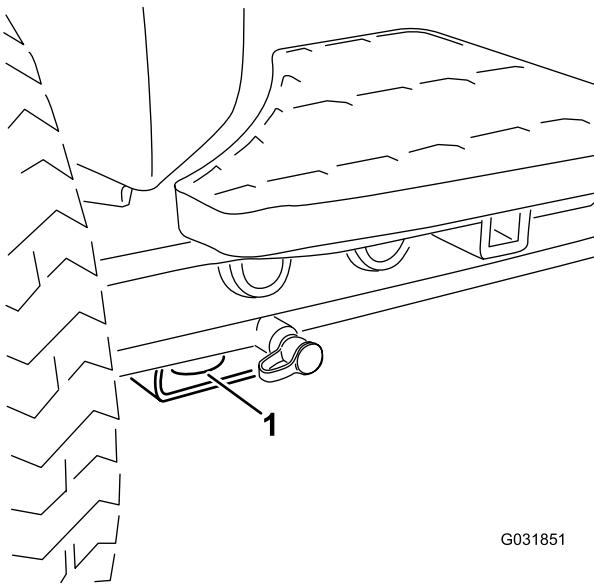
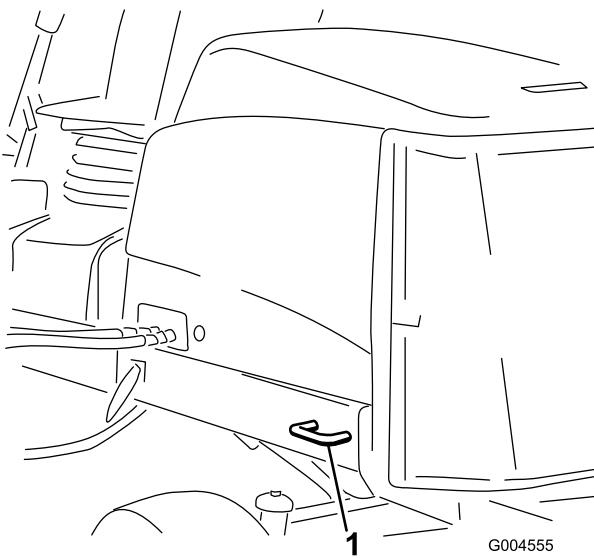

図 57
図 58
- 機体についているロープ掛けポイントを使い、チェーンやロープ、ワイヤなど適切なものでしっかりと機体をトレーラに固定する 図 57 と 図 58。
- 前各前輪の内側、アクスルチューブの下にある四角いパッド 図 57
- 後車両の左右側それぞれの後フレーム 図 58